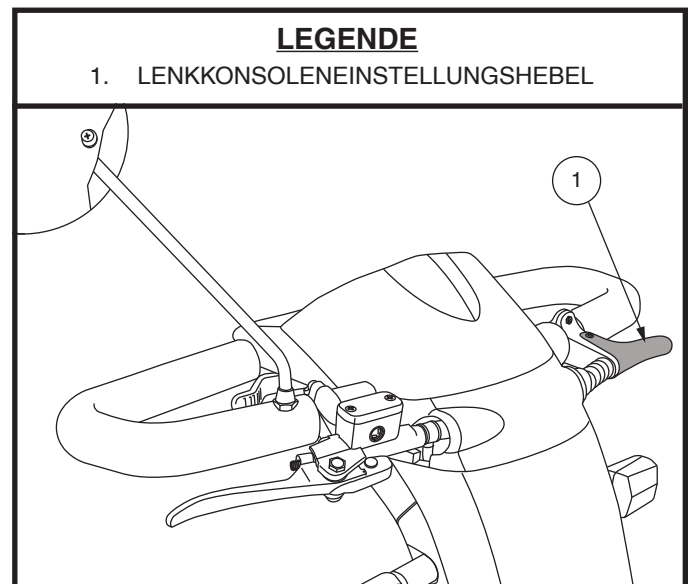

Abb. 17. Lenkkonsoleneinstellhebel
1. Drücken Sie den Deichselverstellhebel. **Siehe Abbildung 17.**